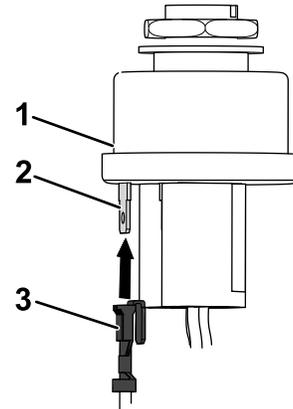

図 17
2. ハーネスアダプタのスピード端子を、キースイッチの C 端子に接続する 図 17。